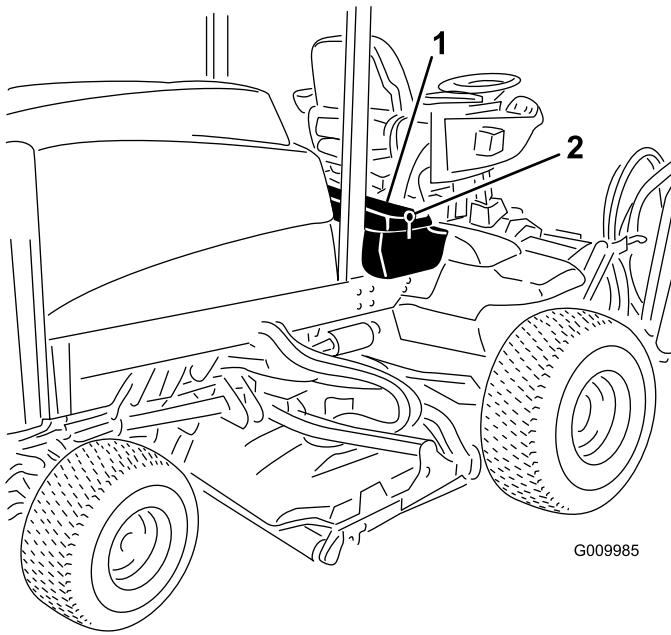

Figure 47
1. Déverrouillez et soulevez le panneau de la console (Figure 47).